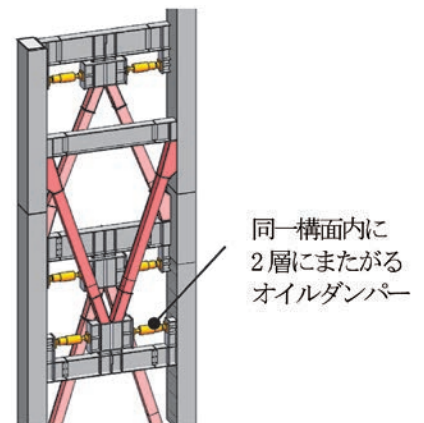

図6 ダブルレイヤー制振
- ①長柱を含む主架構の地震時水平力負担を抑えるため、同一構面内に対して、2層にまたがるオイルダンパーを交互に配置した「ダブルレイヤー制振」を採用した。(図6)。
- ②時刻歴応答解析にはフル立体モデルを用いており、質点系では評価が困難なP-Δ効果などの影響を適切に考慮して断面設計を実施した。
- ③全体座屈解析(レベル1地震時を想定した弾性解析とレベル2地震時を想定し、ヒンジを考慮した弾塑性解析)を実施し、長柱となる柱の座屈長さを適切に評価した。